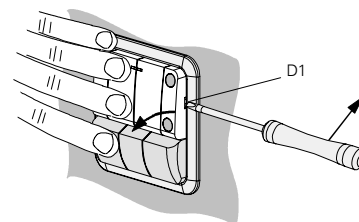

Bild 5: Herausdrücken der Tasterwippen
- Bei Verwendung der Befestigungsschrauben (B6) zuerst die Tasterwippen (B5) gemeinsam herausdrücken. Schraubendreher zwischen den Rahmen und die Aussparung (D1) die Tasterwippe (B5) stecken und die Tasterwippen heraushebeln (Bild 5). Wichtig dabei: Das Tastermodul (B4) und die Tasterwippen (B5) festhalten / andrücken.
- Schraubendreher in die Aussparung (D1, Bild 5) zwischen Rahmen (B2) und Tasterwippen (B5) stecken und Tasterwippen heraushebeln.